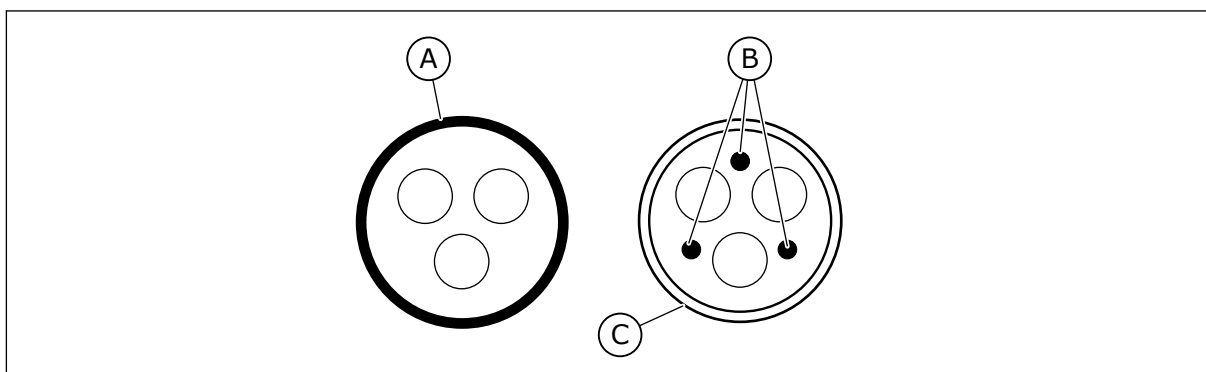

Рис. 22: Кабели с проводом защитного заземления
2. Симметричный кабель питания, снабженный концентрической защитной проволокой. Кабель для указанного напряжения электросети. Рекомендуется использовать кабель МСМК. См. Рис. 22.
3. Симметричный кабель питания, снабженный плотным низкоомным экраном. Кабель для указанного напряжения электросети. Рекомендуется использовать кабель МССМК или ЕМСМК. Рекомендуемое полное проходное сопротивление кабеля (в диапазоне 1–30 МГц): не более 100 мОм/м. См. Рис. 22. * = для обеспечения уровня электромагнитных помех С2 требуется круговое (360°) заземление экрана с помощью кабельных вводов со стороны двигателя.